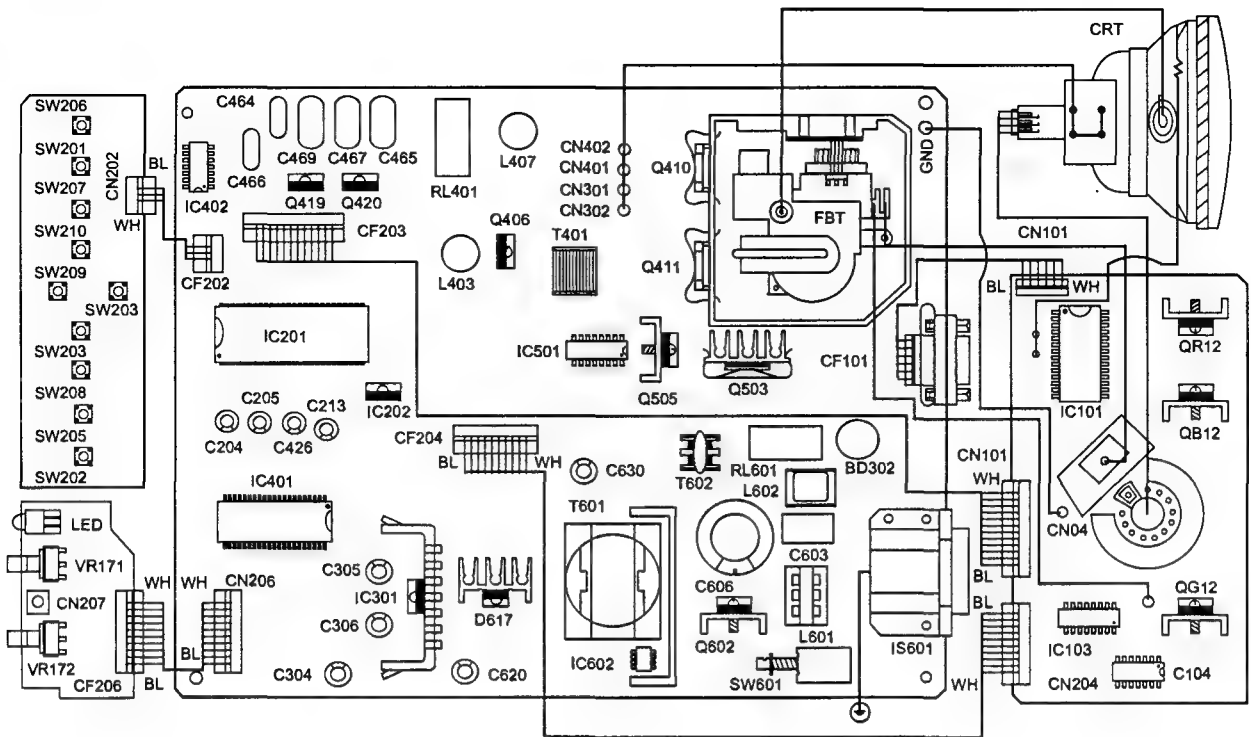

Рис. 4.4
Подключают монитор к сети, включают выключатель SW601 и проверяют наличие напряжения +290 В на стоке транзистора Q601. Если там 0 В, то отключают монитор от сети и омметром проверяют на обрыв элементы F601, SW601, L601, L602, D601—D604, TH601, обмотки 2—3—4—5 T601. Если неисправен предохранитель F601, то перед его заменой проверяют омметром на короткое замыкание элементы сетевого фильтра, катушку размагничивания (ее сопротивление не менее 10 Ом), позистор PR601, диоды D601—D604, а также элементы C655, C666, C606, C607, C619, D605, Q601. Если +290 В есть на стоке Q601, то проверяют элементы схемы запуска: R602, R603, C618. На выв. 7 IC601 должно быть +15 В, а на выв. 6 IC601 — импульсы положительной полярности (рис. 4.4, осц. 2). Если их нет, проверяют IC601 и элементы, связанные с ней: C612, C613, R611. Если импульсы на выв. 6 IC601 есть, а на стоке Q601 отсутствуют (рис. 4.4, осц. 3), то проверяют элементы D601, Q601.
Проверяют питание микросхемы выходного каскада кадровой развертки IC301 (+12 В на выв. 2, -12 В на выв. 4). Если его нет, проверяют на обрыв резисторы R303, R304 и элементы выпрямителей вторичных каналов ИП: обмотки 7—8, 7—1 Т601, D615, D621, C620, C630. Если питание есть, проверяют наличие импульсов размахом 47 В на выв. 5 IC301 (рис. 4.4, осц. 13). Если сигнала нет, то методом замены проверяют IC301 и элементы, связанные с ней: D301, R310.
Проверяют наличие напряжения +В (60...70 В) на коллекторе транзистора Q411. Если оно равно 0 В, проверяют наличие прямоугольных импульсов частотой около 40 кГц на выв. 22 IC401 (рис. 4.4, осц. 10), работу усилителя на транзисторах Q404, Q405, Q406 и выпрямителя D406, C481. Возможно, неисправен ключ Q412. Он должен быть закрыт низким потенциалом (сигнал PS2 пассивен). Если напряжение +В есть, проверяют наличие строчных синхроимпульсов на базе Q410 и работу предварительного и выходного каскадов строчной развертки на элементах Q410, T410, Q411, T403. Если на коллекторе Q411 есть импульсы обратного хода строчной развертки (рис. 4.1, осц. 18), проверяют на обрыв строчные катушки, наличие контакта в соединителе CN401 и исправность элементов в цепи строчных катушек ОС: L406, L404, R473, C432, C464, C466.
5—6 Т601, D612, D614. При наличии напряжения +195 В проверяют, имеются ли импульсы на выв. 21 IC401 (см. рис. 4.4, осц. 9). Если их нет, проверяют IC401 и связанные с ней элементы (см. описание синхропроцессора). Если импульсы есть, проверяют наличие сигнала на эмиттере Q503 (см. рис. 4.4, осц. 22). Если сигнала нет, проверяют элементы Q501, R504, T501, D513, D514, D502, C514, Q503. Если сигнал на эмиттере Q503 есть, проверяют схему стабилизации высокого напряжения. На стоке Q505 должны быть импульсы в соответствии с осц. 23 на рис. 4.4. Если их нет, то проверяют исправность ШИМ-контроллера IC501 и связанных с ним элементов: Q502, C508, Q504, D508.
Если питание на IC101 есть, проверяют наличие входных видеосигналов R-IN, G-IN, B-IN на выв. 4, 6, 9 IC101. При отсутствии сигналов проверяют интерфейсный кабель монитора и источник видеосигналов (ПК). Проверяют выходные сигналы IC101 (выв. 17, 20, 26) и их соответствие осц. 29, 31, 30 на рис. 4.4. Если их нет, то проверяют:
- наличие импульсов фиксации уровня на выв. 14 IC101 (рис. 4.4, осц. 28), которые формируются на выв. 22 IC201 и поступают на IC101 по цепи: Q101, конт. 1 CF203, конт. 1 CN203, выв. 14 IC101;
Затем проверяют наличие видеосигналов на выходах видеоусилителей R, G, B и их соответствие осц. 38—40 на рис. 4.4 (можно контролировать сигналы на катодах кинескопа). Если сигнала
Если импульсы на выв. 53, 54 IC201 есть, проверяют наличие строчных импульсов обратного хода и кадровых гасящих импульсов на выв. 10 и 15 IC103 (рис. 4.4, осц. 41, 42). Если один из сигналов отсутствует, проверяют соответствующие цепи: